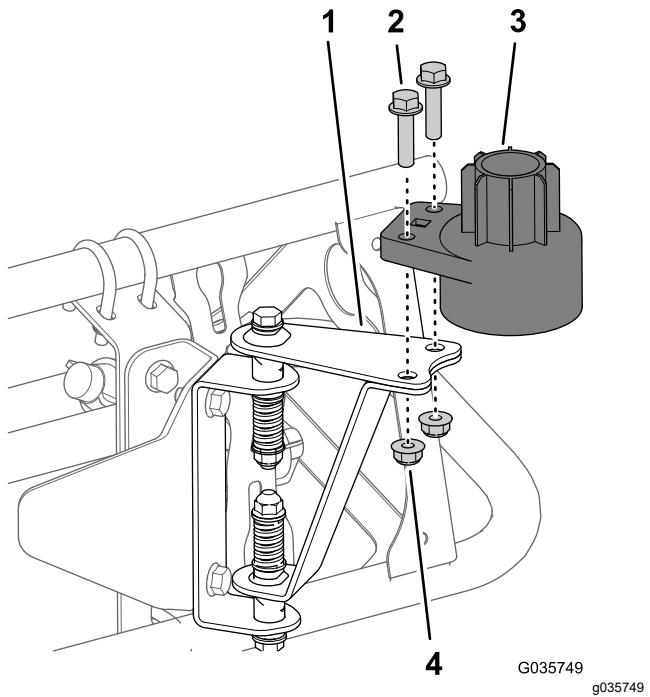

图 20
- 用 2 个螺栓 $5/16 \times 1\frac{1}{4}$ 英寸和 2 个锁紧螺母 $5/16$ 英寸将下传感器外壳安装到传感器安装五金件图 20 上。